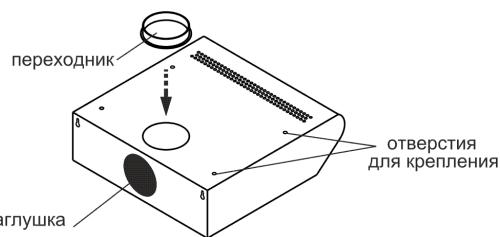

рис. 6
- зафиксируйте переходник в верхнем положении (рис. 6);
- заглушкой (рис.6) закройте отверстие на задней стенке изделия;
- разместите и просверлите четыре отверстия в полке (к которой крепите вытяжку), согласно отверстиям для крепления на верхней панели корпуса вытяжки(рис.6);